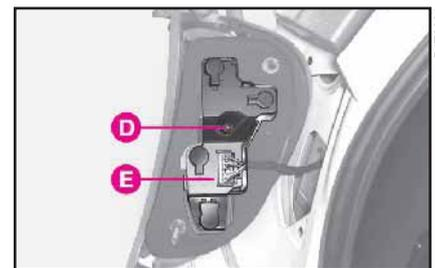

fig. 50
3) Dévissez la vis D (fig. 50) et sortez le porte-lampe E.
5) Remontez le porte-lampe E (fig. 50) et le fixer avec la vis D (fig. 50).